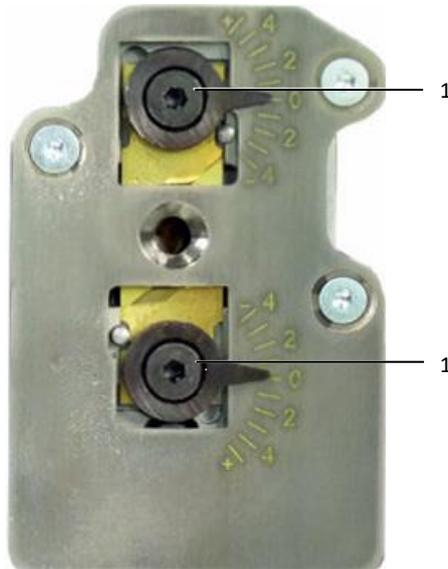

Imagen 15: Unidad pelacables
- Afloje ambos tornillos de las excéntricas (imagen 15, pos. 1) (llave hexagonal 2,5 mm).